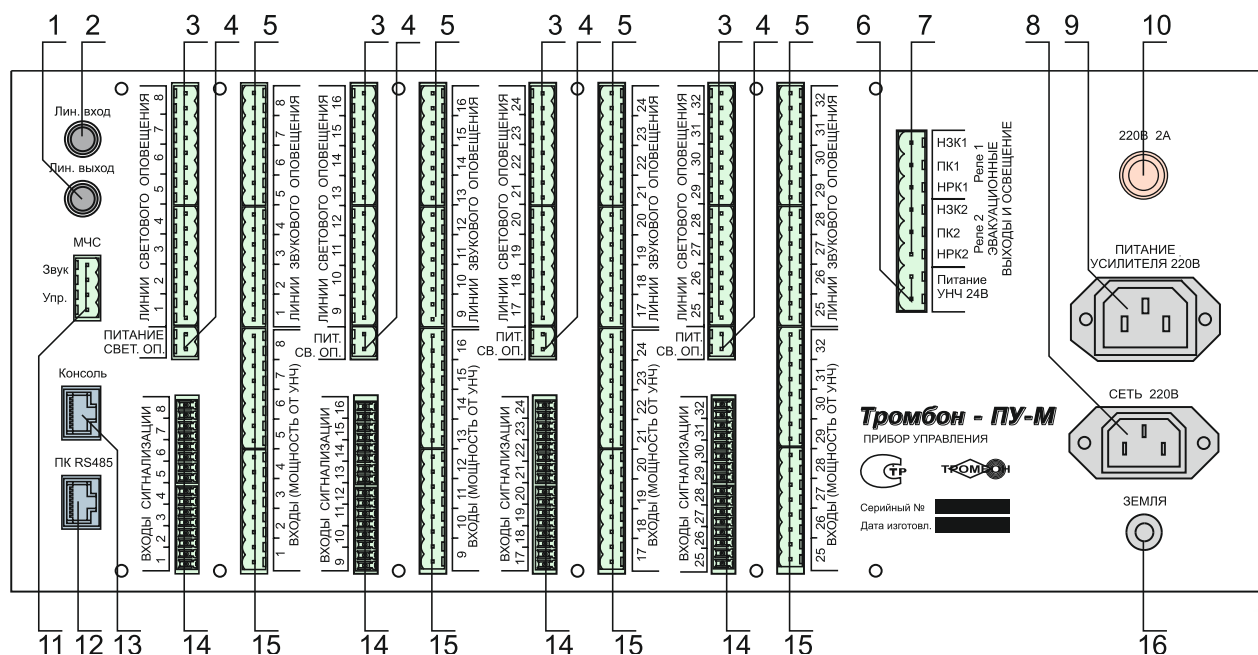

Рис. 2. Прибор управления «Тромбон – ПУ-М», вид со стороны задней панели.
3.11.1. «Входы сигнализации» (рис. 2, поз. 14).
3.11.2. Вход «МЧС» (рис. 2, поз. 11).
3.11.3. Порт «ПК RS485» (рис. 2, поз. 12).
3.11.4. Порт «Консоль» (рис. 2, поз. 13).
3.11.5. Разъем «Линейный вход» (рис. 2, поз. 2).
3.11.6. Разъем «Питание св. оп.» (питание линий светового оповещения) (рис. 2, поз.4).
3.11.7. Разъем «Сеть 220В» (рис. 2, поз 8).
3.11.8. Разъем «Входы (мощность от УНЧ)» (рис. 2, поз.15).
3.12.1. Разъем «Линейный выход» (рис. 2, поз. 1).
3.12.2. Разъемы «Линии светового оповещения» (рис. 2, поз. 3).
3.12.3. Разъем «Линии звукового оповещения» (рис. 2, поз. 5).
3.12.4. Разъем «Питание УНЧ 24В» (рис. 2, поз. 6).
3.12.5. Разъем «Эвакуационные выходы и освещение» (рис. 2, поз. 7).
3.12.6. Разъем «Питание усилителя 220В» (рис. 2, поз. 9).